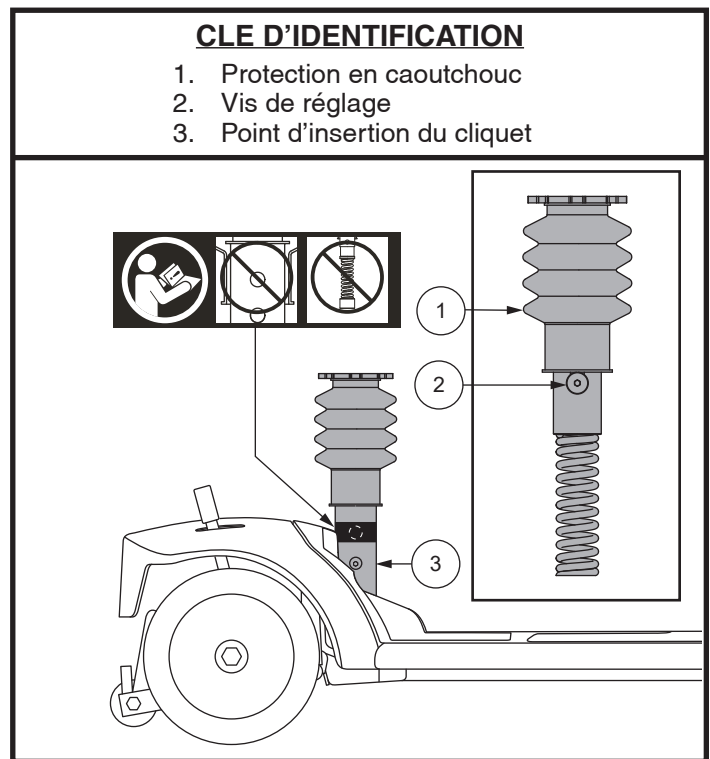

Figure 13. Réglage de la suspension du siège
REGLAGE DE L'INCLINAISON DU GUIDON (Voir la figure 13)
2. Retirez la tige de selle supérieure du véhicule en retirant le boulon à épaulement de la partie inférieure de la tige de selle, puis en soulevant la tige vers le haut et hors du véhicule. **Voir figure 13.**
NOTE: *N'installez pas la tige de selle dans le trou supérieur avec le siège à suspension. Voir la figure 13. Cela rendrait la tige de selle à suspension inutilisable.*